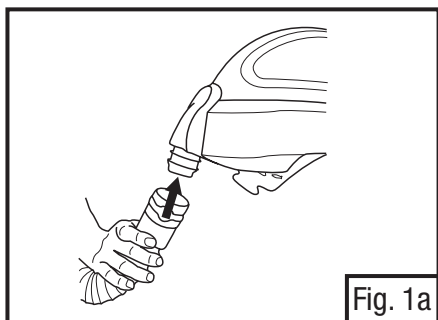

Fig. 1a
- Raccorder les tuyaux de respiration en poussant le raccord articulé à désenclenchement rapide situé à l'une des extrémités du tuyau de respiration (c.-à-d. l'extrémité dotée d'une pince bleue) dans l'admission d'air de la pièce faciale (Fig. 1a). Un déclic devrait se faire entendre pour indiquer que le tuyau de respiration est raccordé. Vérifier si le tuyau de respiration est fermement fixé à la cagoule ou à la pièce faciale en tirant sur celui-ci. S'il n'est pas fermement fixé, le détacher et le fixer de nouveau.